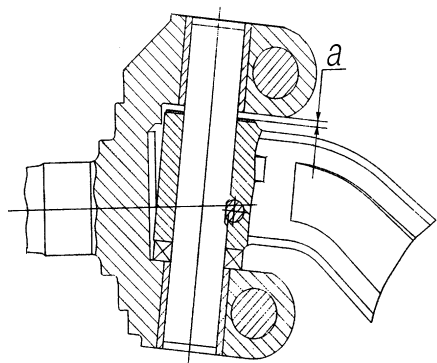

Рис. 28. Шкворневой узел передней оси:  $a=0,2$  мм
2. Зазор «а» (рис. 28) между балкой оси и поворотным кулаком регулировать посредством регулировочных шайб.